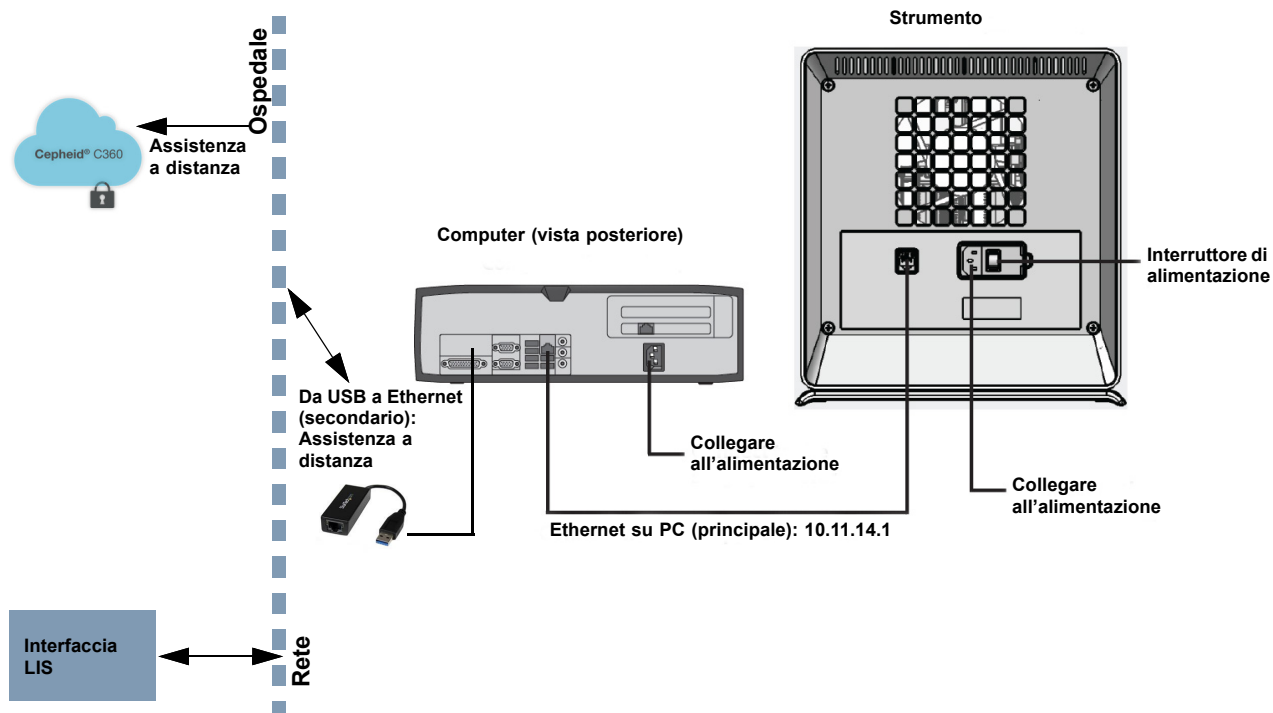
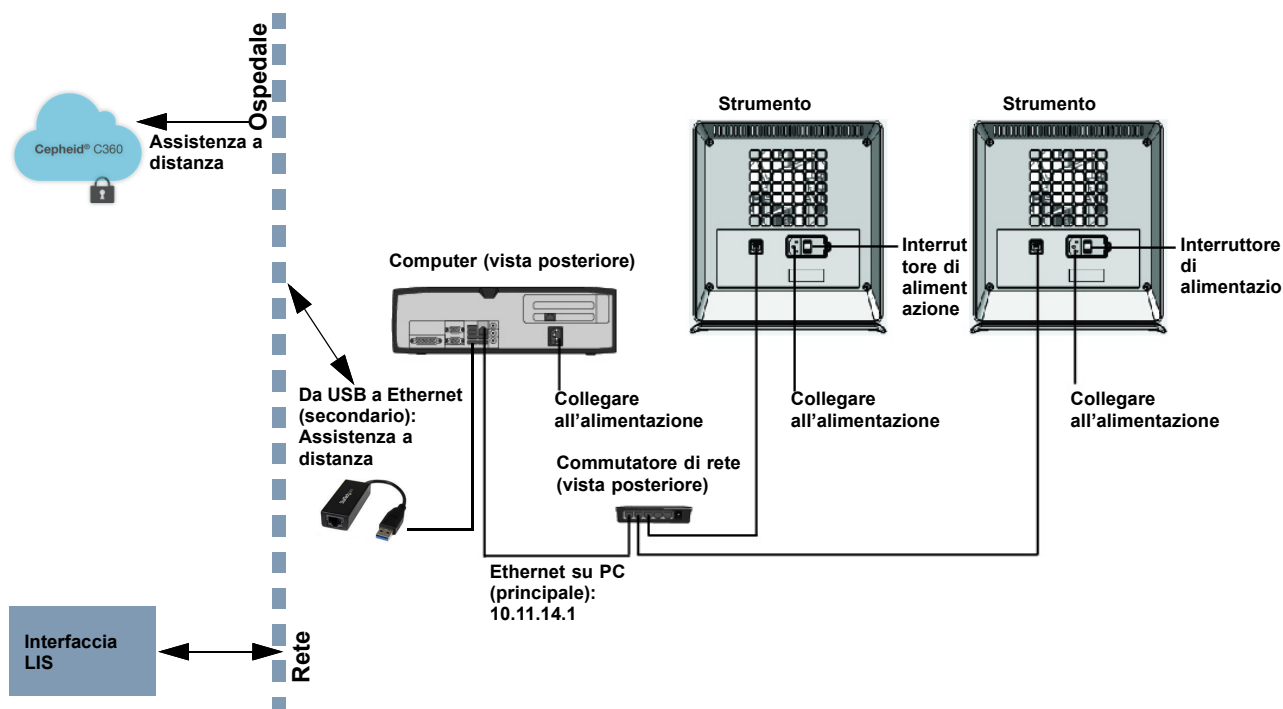

Figura 2-11. Collegamento dello strumento GX-IV a C360
Figura 2-12. Collegamento di più strumenti GX-IV a C360
3. Verificare che la connessione Ethernet principale dal computer allo strumento (vedere Figura 2-11) o il commutatore di rete (per strumenti multipli come mostrato nella Figura 2-12) utilizzi l'indirizzo IP **10.11.14.1**.